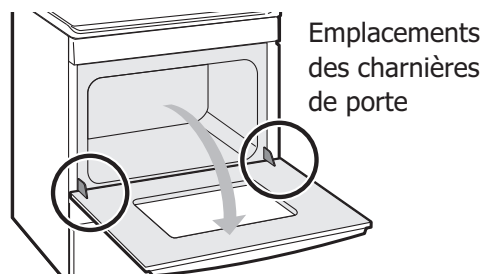

Figure 29 : Emplacement des charnières de porte
1. Ouvrir complètement la porte du four, parallèle au plancher (voir Figure 29).
3. Ouvrir complètement la porte du four, parallèle au plancher (voir Figure 29).